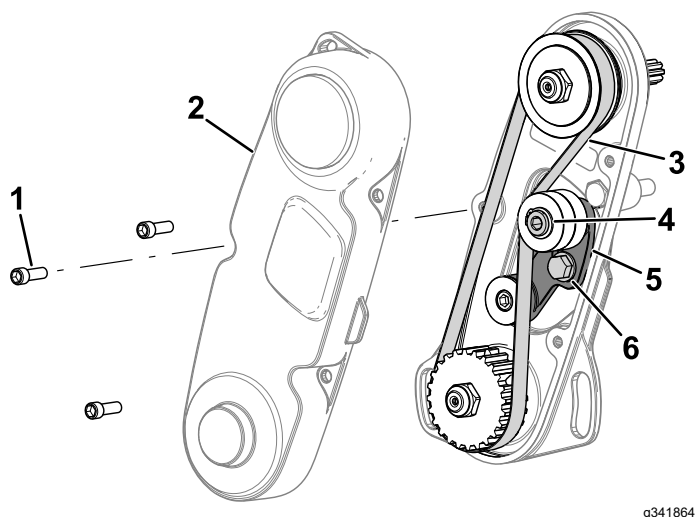

Figura 14
3. Utilice una llave de torsión de aguja para aplicar una fuerza de 6-7 N·m al tornillo interno del brazo tensor superior (Figura 14).